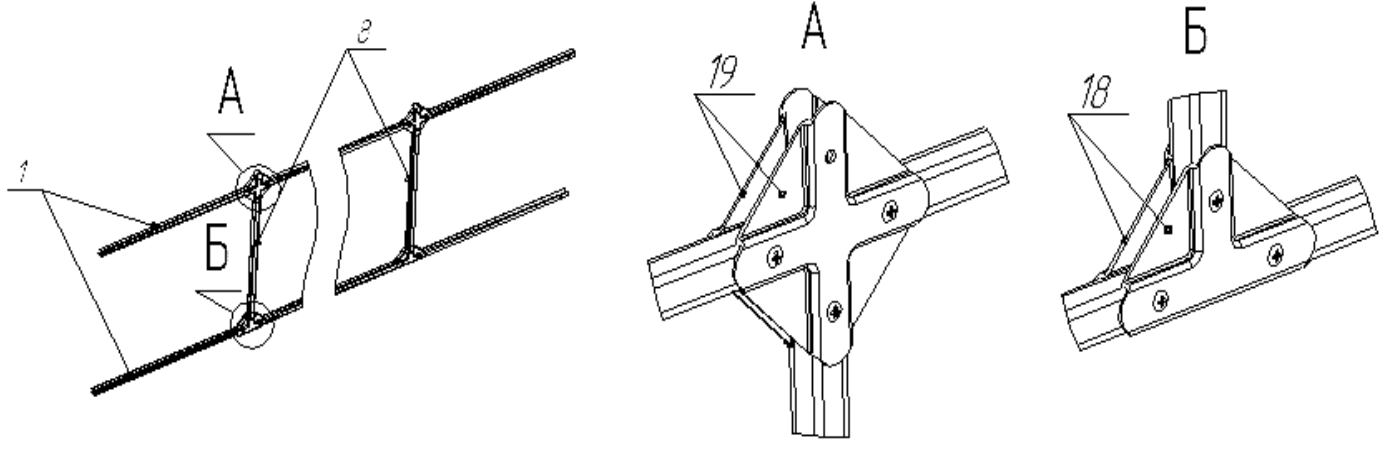

Рис. 2
6.2 Подготовьте к сборке боковые элементы теплицы, состоящие из боковых стрингеров 1 и надставок дуги 8 (рис. 2). Длина теплицы определяется количеством стрингеров, собранных в один продольный элемент (для 4 метровой теплицы- 2 стрингера, для 6 метровой - три стрингера, для 8 метровой - 4 стрингера). Стыковка стрингеров производится при помощи косынок.